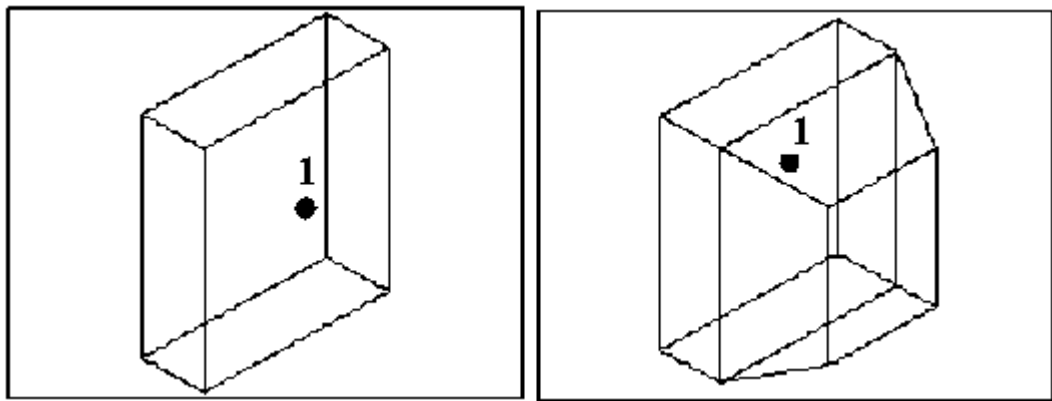

Рисунок 34 - К заданию 3.2.11
3.2.11 Создать трехмерный объект и выдавить боковую грань 1 (рисунок 34). Высота выдавливания: 100; угол: 25°.